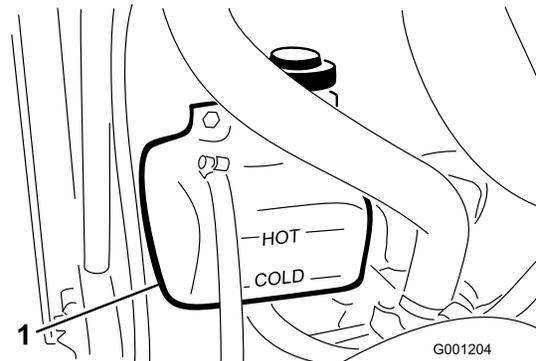

Figura 23
1. Controllate il livello di refrigerante nel serbatoio di espansione (Figura 23). Il livello di refrigerante deve essere compreso tra i segni previsti sul lato del serbatoio.